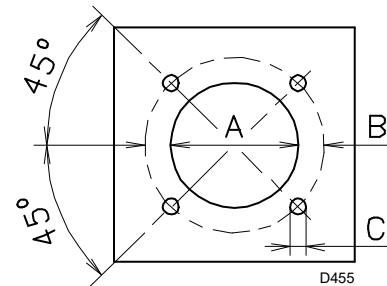

Abb. 10
Die Verschlussplatte der Brennkammer, wie auf Abb. 10 dargestellt, aufbohren (Tab. I). Die Position der Gewindebohrungen kann mit dem zur Grundausstattung gehörenden Wärmeschild ermittelt werden.
- Den gesamten Brenner in das vorher gesetzte Bohrloch des Heizkessels einpassen (Abb. 10) und mit den beige-packten Schrauben befestigen.